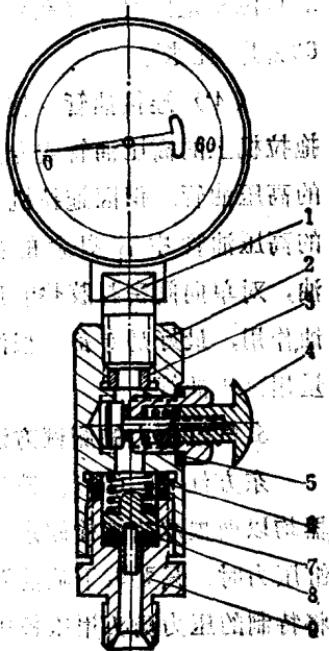

图1 气缸压力表总成构造
(1) 气缸压力表总成由压力表、压力表总体、放气阀、单向阀、阀体接头等组成(图1)。